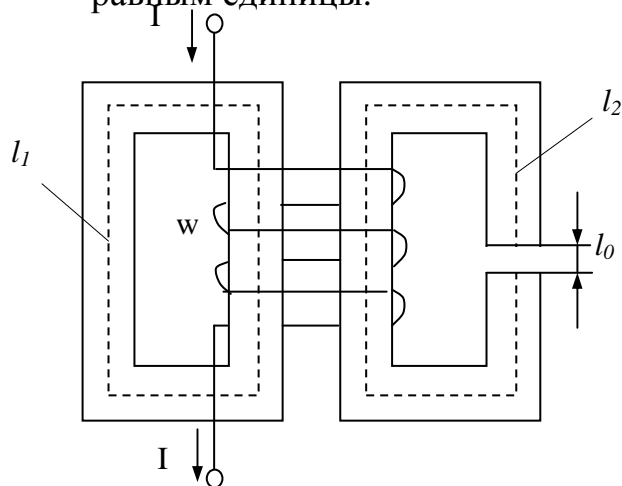

Рис. 4.2.11
4.2.11. На два одинаковых магнитопровода (рисунок 4.2.11) из электротехнической стали 3413 (см. приложение 2) уложена общая обмотка. В одном из них имеется воздушный зазор в 1 мм, а индукция в нем $B_0=0,8$ Тл. Площадь поперечного сечения по всей длине сердечника равна 8 см^2 , а длина средней силовой линии 60 см. Определить, во сколько раз магнитный поток во втором будет меньше, чем в первом.